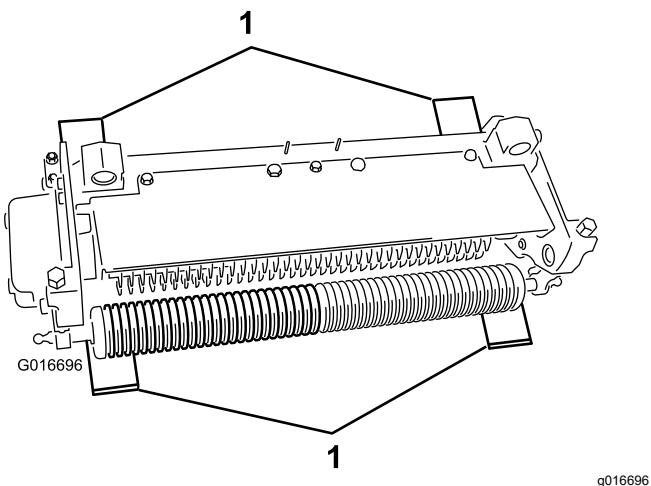

Figura 9
2. Coloque 4 barras de ajuste que tengan el mismo grosor que la profundidad deseada de penetración de las cuchillas en el suelo, bajo el rodillo delantero y el rodillo trasero de la unidad escarificadoradora (Figura 9).